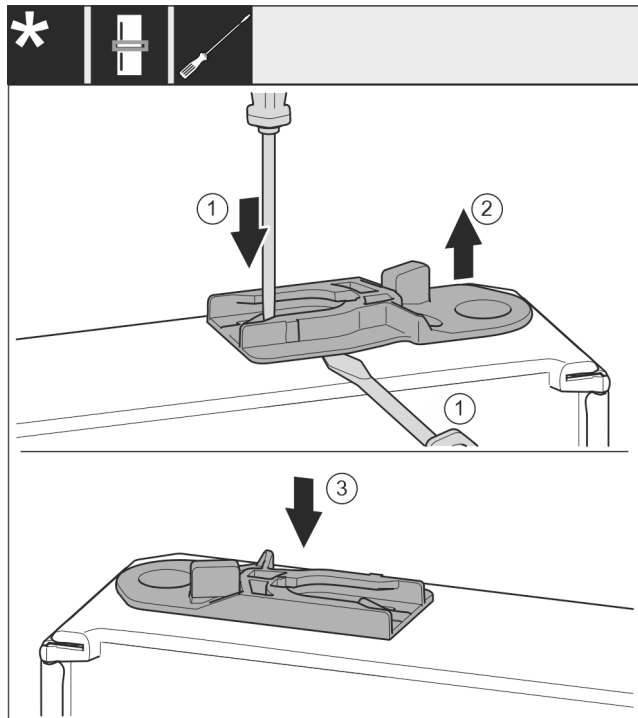

Fig. 38
- Scoateți bucșa de ghidare: Apăsați eclisa cu șurubelnița plată și deplasați concomitent cu șurubelnița plată sub bucșa de ghidare. Fig. 38 (1, 2)
- Împingeți bucșa de ghidaj atașată în pachetul de livrare pe altă parte a carcasei. Fig. 38 (3)